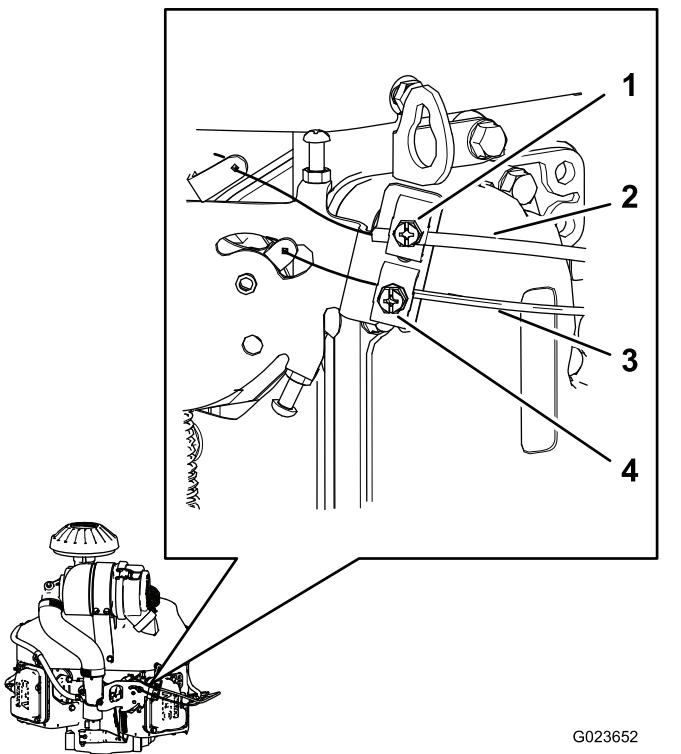

Bild 64
- Lockern Sie die Klemmschraube, mit der das Gaszuggehäuse am Motor befestigt ist (Bild 64).
- Ziehen Sie am Kabelgehäuse des Bowdenzugs (Bild 64), bis der Bowdenzug fast kein Spiel hat, und ziehen Sie die Klemmschraube an.
- Lockern Sie die Klemmschraube, mit der das Chokekabel-Gehäuse am Motor befestigt ist (Bild 64).
- Ziehen Sie am Kabelgehäuse des Chokekabels (Bild 64), bis das Chokekabel fast kein Spiel hat, und ziehen Sie die Klemmschraube an.